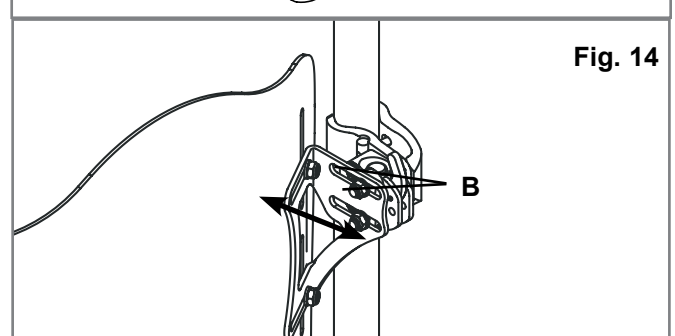

Fig. 14
- For å justere dybden og vinkelen på J3-ryggen, løsner du på de høyre og venstre mutrene (Fig. 14-B) i sporet på braketten.
- Juster dybden og/eller vinkelen, og stram mutrene forsvarlig til. Det anbefalte dreiemomentet er 11,3 - 12,4 Nm. Forsikre deg om at ingen av dybdejusteringsmutrene (Fig. 14-B) kan skli eller rotere.